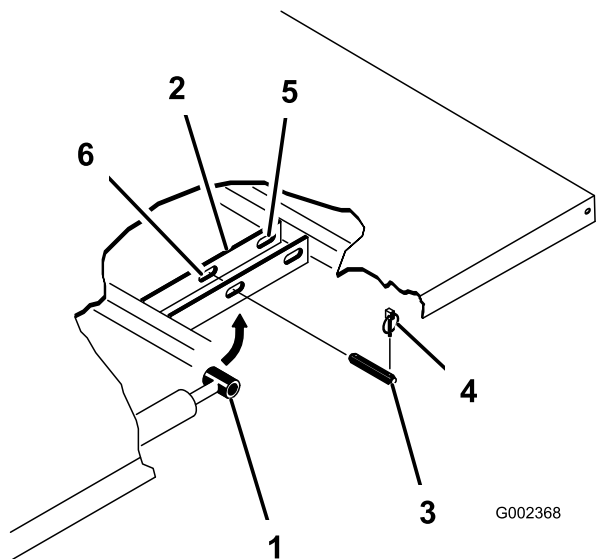

Figura 32
2. Retire los pasadores de seguridad de los extremos exteriores de los pasadores de las varillas de los cilindros (Figura 32).
- Retire los pasadores que fijan los extremos de las varillas de los cilindros a las chapas de montaje de la plataforma empujando los pasadores hacia dentro (Figura 32).
- Retire los pasadores de seguridad y los pasadores que fijan las placas de giro al bastidor (Figura 32).